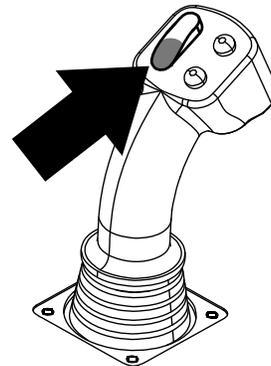
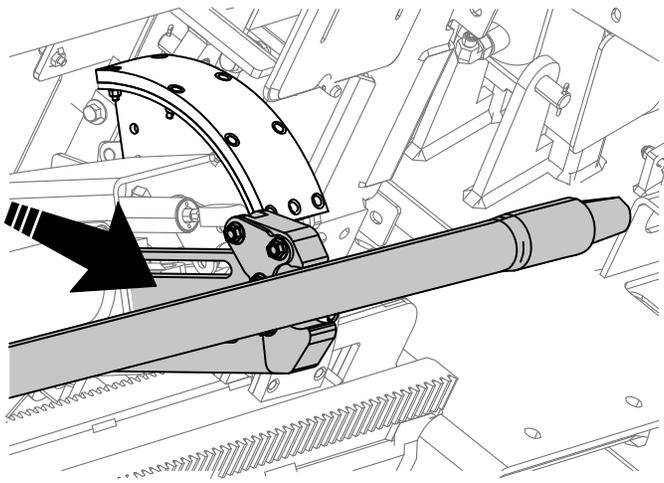

Figura 32
Figura 33
7. Mantenga pulsada la sección inferior del interruptor basculante (Figura 32) hasta que los brazos se extiendan (Figura 33).